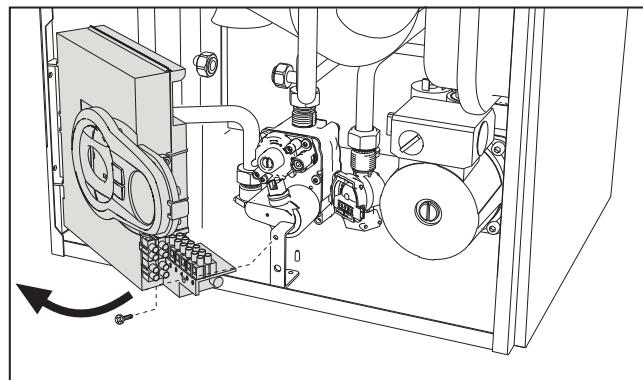

fig. 21
2. Desfaceți surubul și rotiți panoul de comandă (vezi fig. 21).